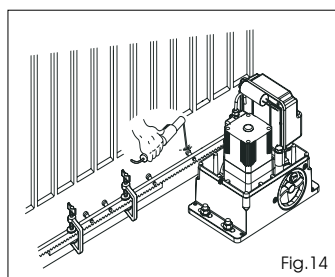

Fig.14
- 5) Plaats een ander tandheugelelement aansluitend aan het vorige, en gebruik een stuk tandheugel om de vertanding van de twee elementen af te stemmen, zoals op fig. 14.